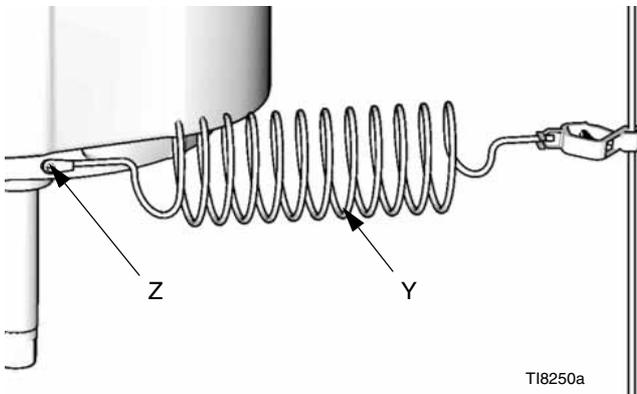

FIG. 1
**Bomba:** Use el tornillo de conexión a tierra (Z) y la arandela de seguridad del motor para fijar el cable de conexión a tierra 244524 (Y). Apriete el tornillo firmemente. Conecte el otro extremo del cable de conexión a tierra a una tierra verdadera. Vea la FIG. 1.